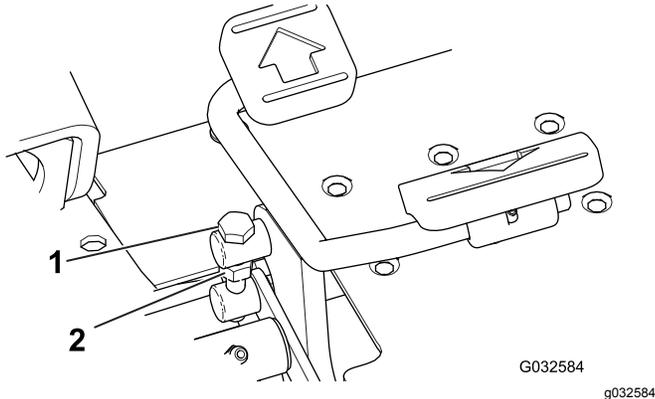

図 43
1. 走行ペダルの側面についているトラニオンボルトのジャムナットをゆるめる 図 43。